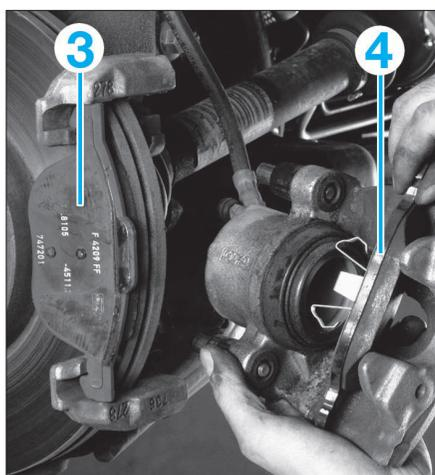

FIG. 9
- Récupérer la plaquette (3) restée sur le support d'étrier et déclipser la deuxième plaquette (4) du piston (Fig.9).